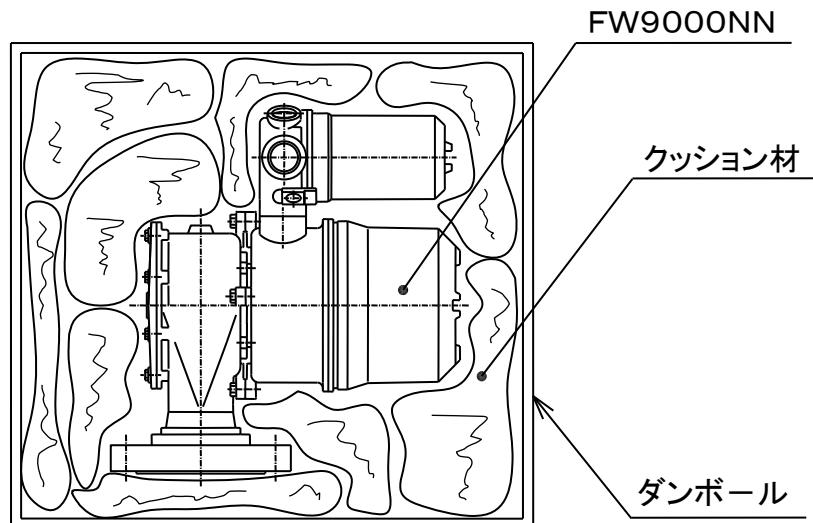

図 4-6
(1) FW9000NN形レベルゲージの発送荷姿の例を 図4-6に示します。